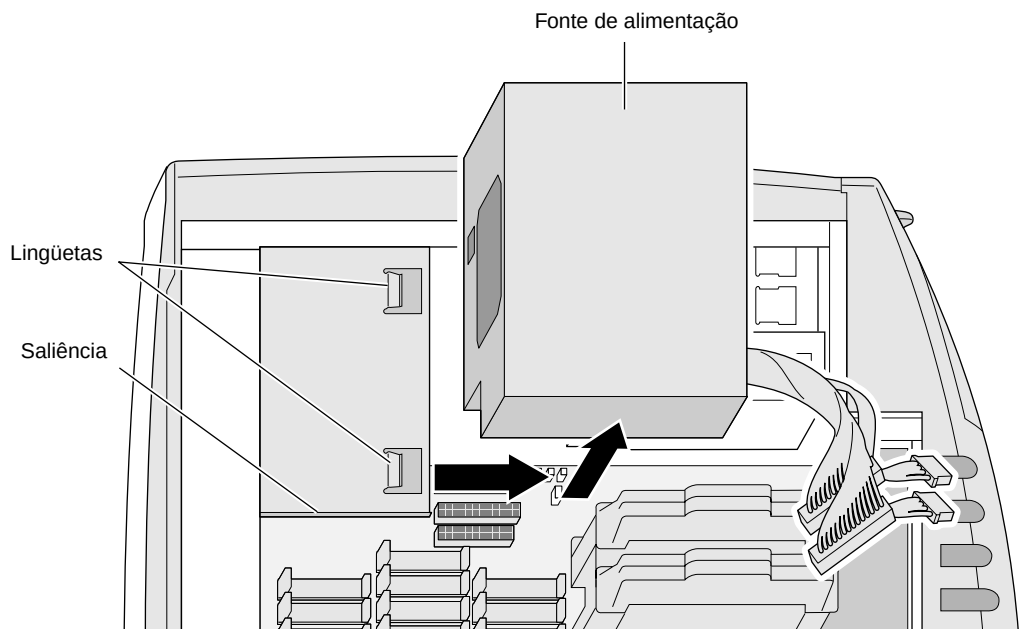

Figura 7-5 Removendo a fonte de alimentação
3. Continue a deslizar a fonte de alimentação até que saia da saliência e se solte das lingüetas. Remova-a do chassi. Veja a Figura 7-5.